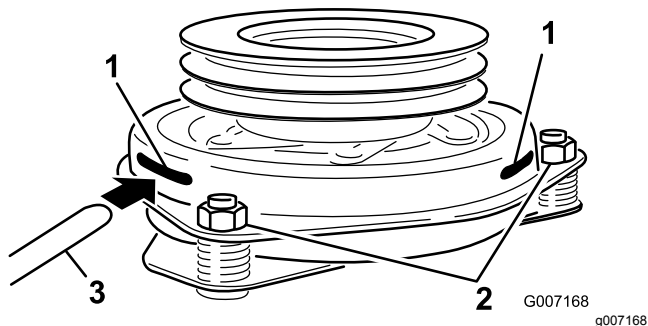

Figura 56
9. Inserite uno spessore di 0,381–0,533 mm attraverso una fessura d'ispezione sul lato del gruppo. Assicuratevi che si trovi tra le superfici di frizione dell'indotto e del rotore (Figura 56).
10. Stringete i dadi di bloccaggio fino a fissare leggermente lo spessore facendo però in modo di poterlo muovere facilmente all'interno del traferro (Figura 56).